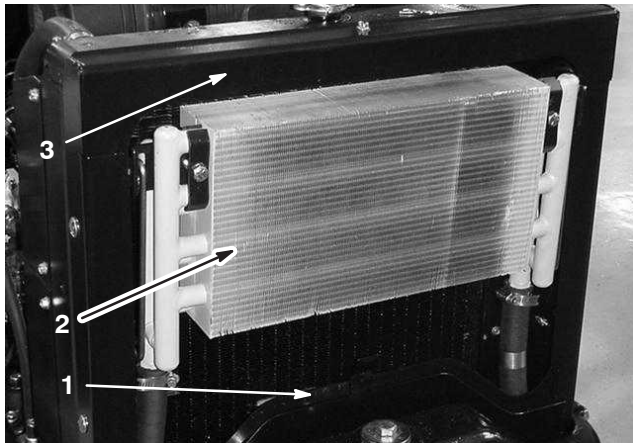

Bild 45
2. Entfernen Sie die Zugangsplatte (Bild 45).